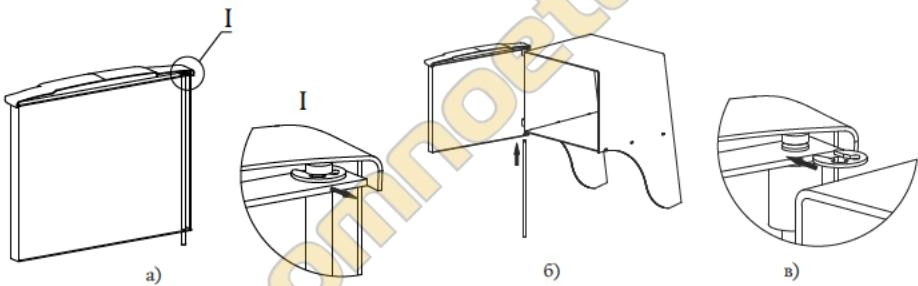

Рисунок 6. Установка дверцы при монтаже печи «Тунгуска 2011»
- Извлеките ось из дверцы, предварительно сняв упорную быстросъемную шайбу, рисунок 6.а;
- Вставьте ось через отверстия снизу вверх, с расположением канавки под шайбу в верхней части оси, рисунок 6.б;
- Установите упорную быстросъемную шайбу в канавку на оси, рисунок 6.в